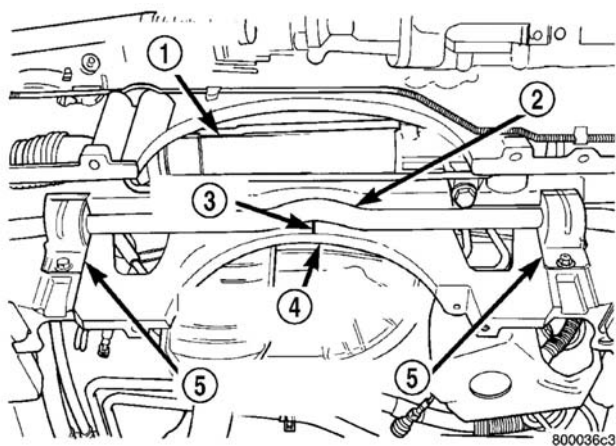

图 2 前稳定杆缓冲橡胶固定件
- (1) 举升车辆。参见“润滑与保养”中的“举升”。
- (2) 卸下将废气泄漏检测泵紧固到托架横梁加强件上的 2 个螺栓。
- (3) 将泄漏检测泵移至侧面，从而可以接近稳定杆缓冲橡胶固定件。
- (4) 卸下紧固每个稳定杆缓冲橡胶固定件至托架横梁的螺母和螺栓（图 2），并卸下固定件。